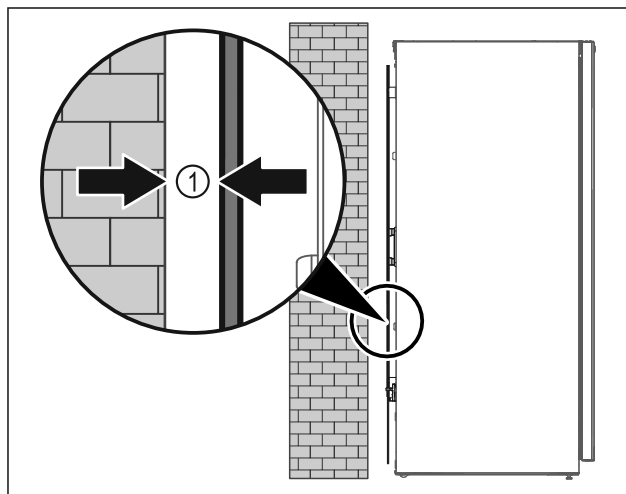

Fig. 6
- Állítsa fel a készüléket szabadon a helyiségben, vagy közvetlenül a fal mellé legalább 5 mm Fig. 6 (1) minimális távolságban.